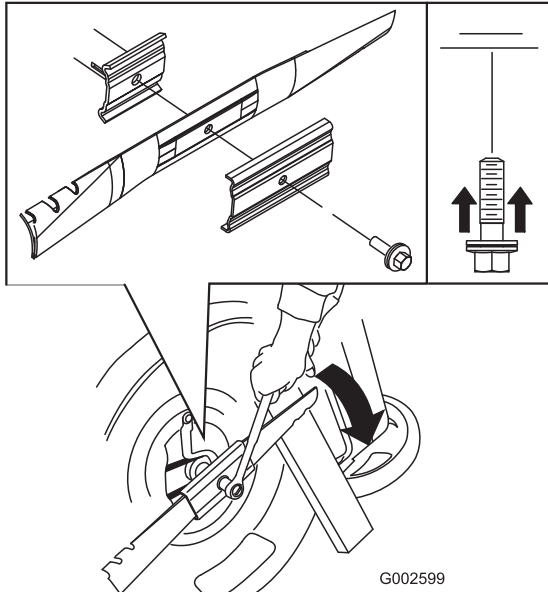

Bild 47
3. Stabilisieren Sie das Messer mit einem Holzblock (Bild 47).
4. Nehmen Sie das Messer ab und bewahren Sie alle Befestigungsschrauben auf (Bild 47).
5. Setzen Sie das neue Messer und alle Schrauben auf (Bild 47).